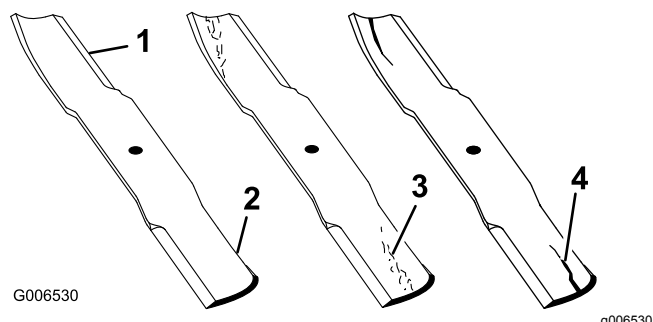

Figure 42
1. Examinez le tranchant des lames (Figure 42).
2. Inspectez les lames, surtout la partie relevée (Figure 42).
Remarque: Remplacez immédiatement toute lame endommagée, usée ou qui présente une entaille (repère 3 de la Figure 42).